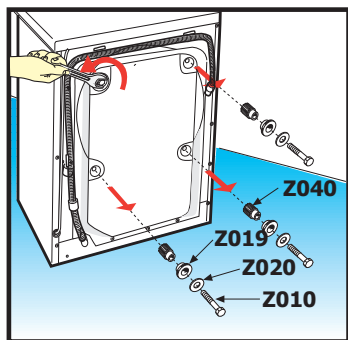

Fig. 1
- (a) Avec une clé Allen de 10 mm, enlever les 4 vis **Z010** et les rondelles correspondantes **Z020**, les douilles d'entretoise **Z019** et les entretoises de l'emballage **Z040 (voir fig. 1)** ;